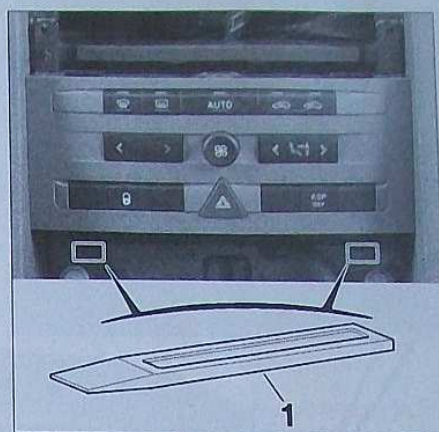

FIG. 15
- la platine de commande de climatisation en la dépliant à l'aide de l'outil [1] (Fig.15).